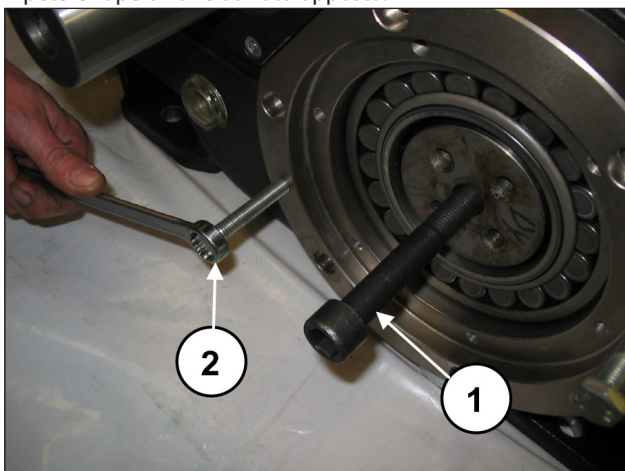
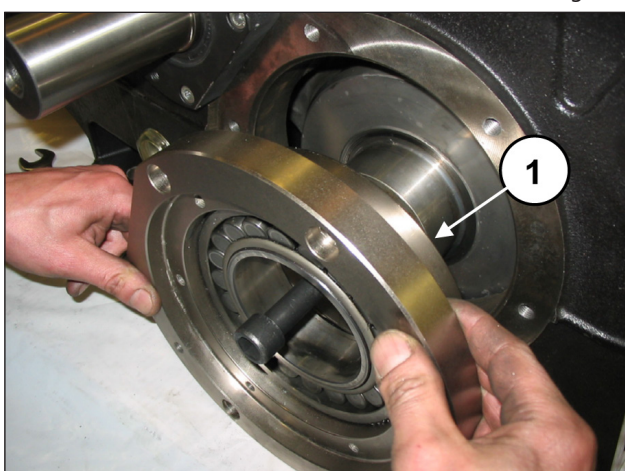

Fig. 23
Fig. 24
Applicare un perno filettato M16 ad un'estremità dell'albero a gomiti (pos. ①, Fig. 23) e, tenendolo sollevato, estrarre il coperchio portacuscinetto completo di cuscinetto e O-ring (pos. ①, Fig. 24). Per agevolare lo smontaggio utilizzare n. 2 grani o viti M10 (pos. ②, Fig. 23) con la funzione di estrattori. Ripetere l'operazione dal lato opposto.